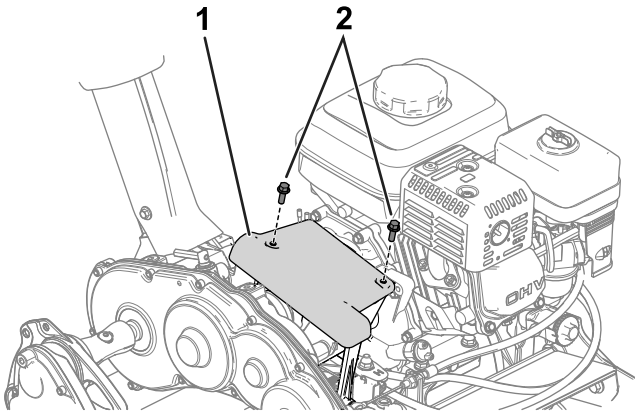

Figura 35
1. Acceda al disco de fricción y al plato de presión retirando la cubierta del embrague (Figura 35).